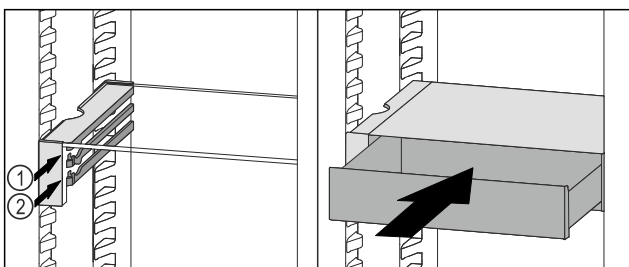

Fig. 101
- ▶ Поставете чекмеджето на VarioSafe зад ограничителите върху желаното ребро Fig. 101 (1) или Fig. 101 (2).